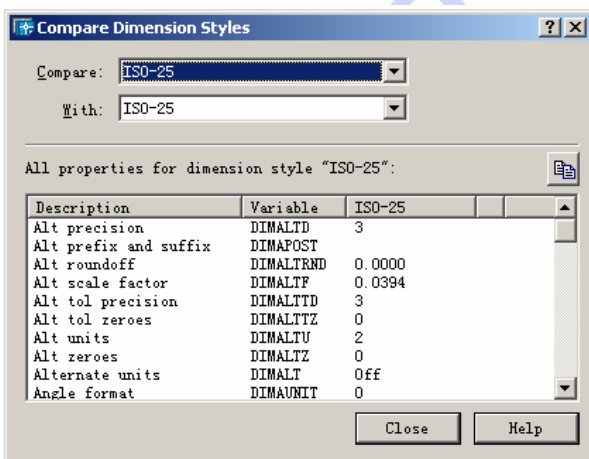

图 8-8 Compare Dimension Styles 对话框
(9) Compare(比较尺寸标注样式)。单击该按钮,将出现图 8-8 所示的 Compare Dimension Styles(比较尺寸标注样式)对话框。比较功能可以帮助用户快速地比较几个标注样式在参数上的区别。